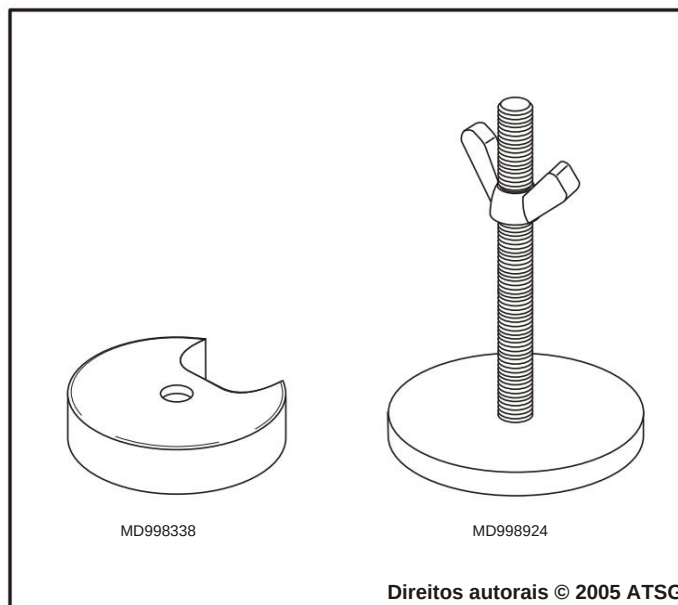

Figura 51
60. Utilizando as ferramentas especiais mostradas na Figura 51, ou substitutas, comprima a mola de retorno do pistão da embreagem de baixa/ré.